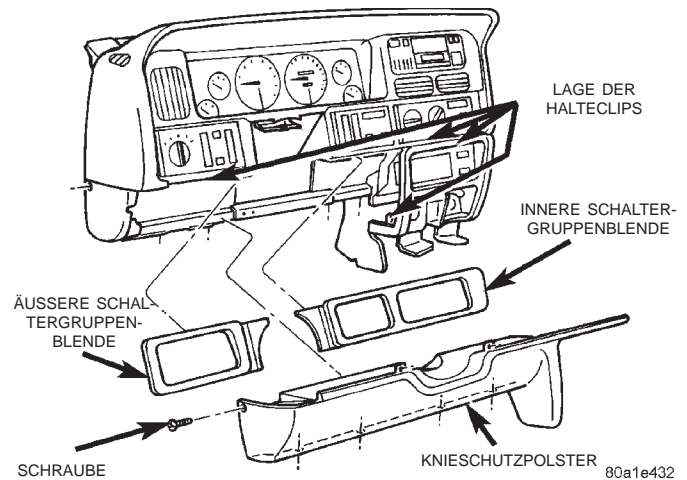

Abb. 4 Lenksäulenabdeckung/Knieschutzpolster aus- und einbauen
(1) Batterie-Minuskabel abklemmen und elektrisch isolieren.
(2) Beide Schaltergruppenblenden wie in diesem Kapitel beschrieben ausbauen.
(3) Jeweils die Schraube seitlich an der Lenksäule lösen, mit der die Unterkante der Lenksäulenabdeckung/Knieschutzpolster an der Instrumententafel befestigt ist (Abb. 4).
(4) Die Schraube lösen, mit der die Lenksäulenabdeckung/Knieschutzpolster am äußeren Ende der Instrumententafel befestigt ist.
(5) Die vier Schrauben lösen, mit denen die Unterkante der Lenksäulenabdeckung/Knieschutzpolster an der unteren Instrumententafelverstärkung befestigt ist.
(6) Mit einem Hartkunststoffstab oder einem ähnlichen, geeigneten Werkzeug mit breiter, flacher
Klinge die Kanten der Lenksäulenabdeckung bzw. des Knieschutzpolsters an den Stellen von der Instrumententafel abhebeln, an der sich die Halteclips befinden (Abb. 4).